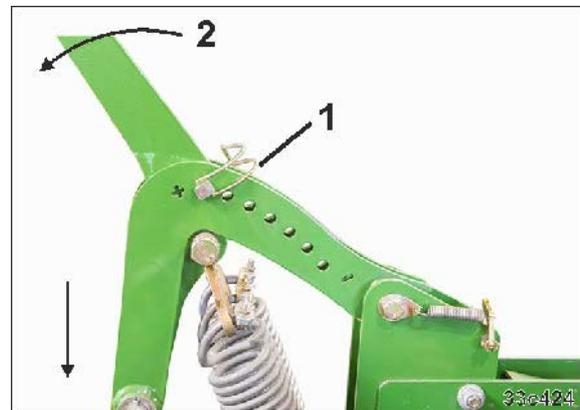

Fig. 181
- 3.1 Retirar el pasador clavija (Fig. 181/1)
- 3.2 Movimiento de la palanca de ajuste (Fig. 181/2) hacia atrás